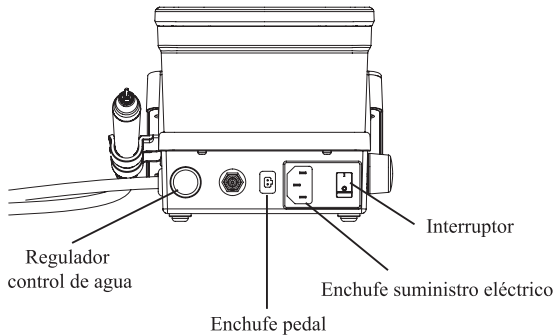

Figura 2
2.1.3 Inserte el enchufe del pedal en su zócalo. (ver figura 2)
2.1.4 Conecte un extremo de la tubería de agua a la entrada de agua, y el otro extremo al canal de agua limpia. (ver figura 2)